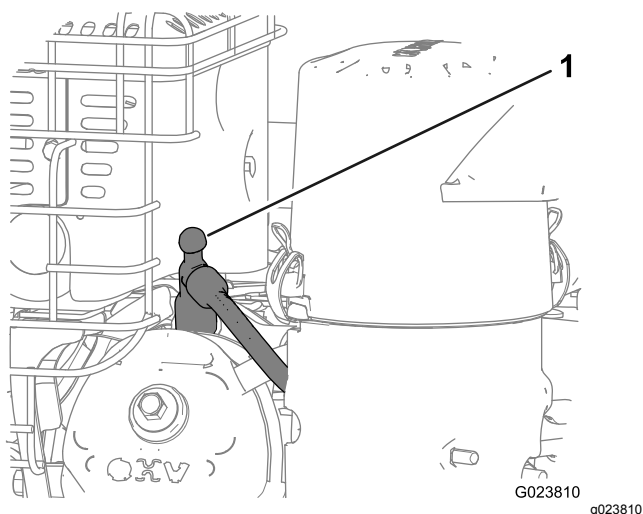

Figura 30
4. Desconecte el cable de la bujía, y mantenga el cable alejado de la bujía para evitar un arranque accidental (Figura 30).